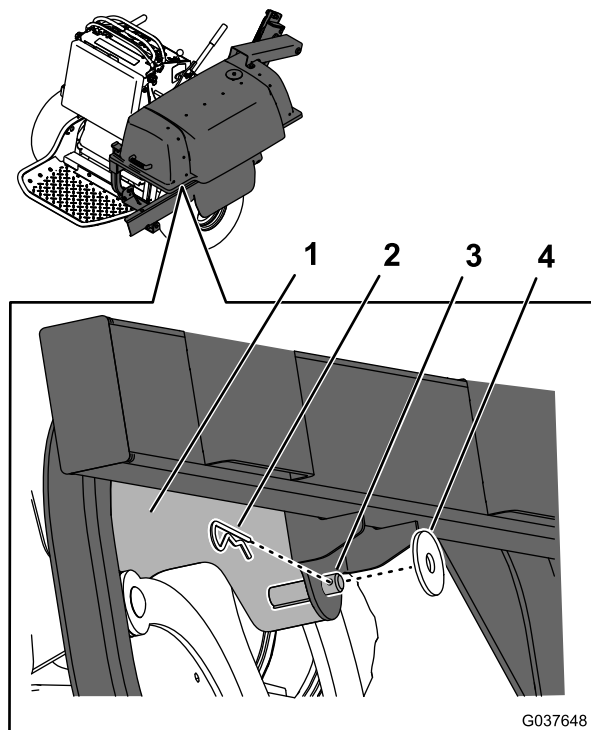

Figura 14
2. Prenda a estrutura ao passador no suporte de montagem traseiro utilizando uma anilha de encosto e um perno de gancho (Figura 14)